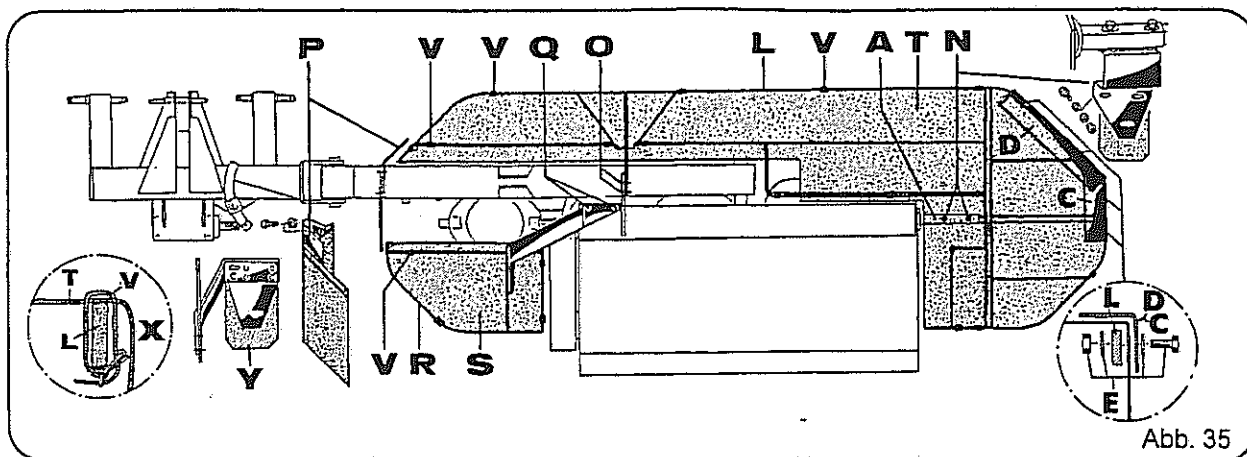
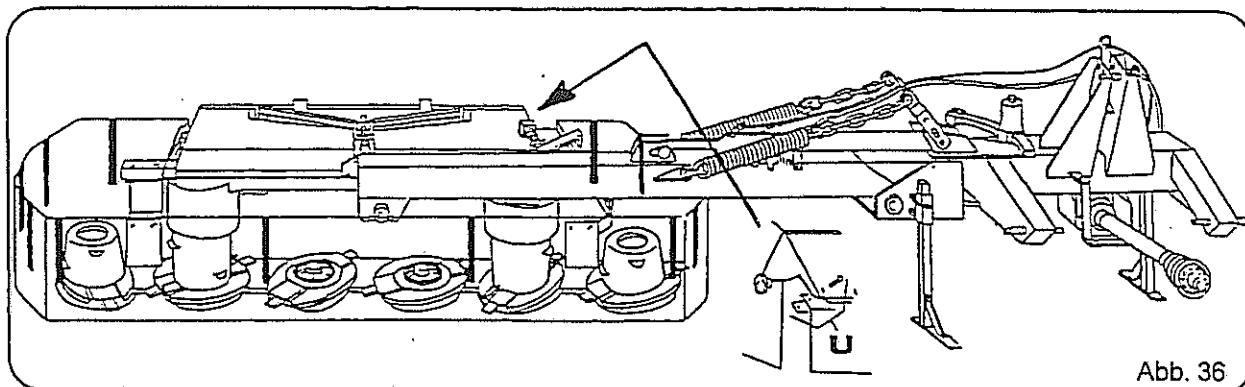

Abb. 35
Abb. 36
- Schutzrahmen (Abb. 35, Pos. L) in den Rohrhalter (Abb. 35, Pos. A) stecken und mit Schrauben M 16 x 80 (Abb. 35, Pos. N) befestigen. Die Schrauben M 16 x 80 (Abb. 35, Pos. N) so fest anziehen, daß das Einsteckrohr vom Schutz kein Spiel hat. Abweiserbefestigung siehe Seite 12.
- Mit den Schrauben M 12 x 35 (Abb. 35, Pos. O) ebenfalls den Schutzrahmen an den Halter anbringen.
- Schutzrahmen (Abb. 35, Pos. R) mit den Schrauben M 14 x 30 (Abb. 35, Pos. Q) oberhalb des Getriebes befestigen. Die linke Abweisermontage erfolgt nach Abb. 36, Pos. Y.
- Die Schutz Tuchstabilisatoren mit den Blechschrauben 6,3 x 13 an den Schutzbügeln (Abb. 36, Pos. L) schrauben. Vom SM 220-C / SM 260-C je 4 Stück, SM 310-C je 5 Stück Schutz Tuchstabilisatoren.
- Schutztücher (Abb. 35, Pos. T und S) auf die Schutzrahmen (Abb. 35, Pos. L und R) legen und mit Riemen (Abb. 35, Pos. V) an den Rahmen befestigen. Die ordnungsgemäße Anbringung der Schutztücher mit den Riemen an die Schutzrahmen ist aus Einzelheit "X" zu ersehen.
- Das seitliche Schutz Tuch (Abb. 35, Pos. P) wird mit den Schrauben M 8 x 20 unter dem Zwischenträger montiert.
- Die beiden Schutzbleche werden oberhalb des Schutz Tuches (Abb. 35, Pos. C und D) an den Schutzrahmen mit den Schrauben M6 x 25, Scheiben 6,4/18x1,6 und Mutter M6 befestigt (Abb. 35, Pos. E).